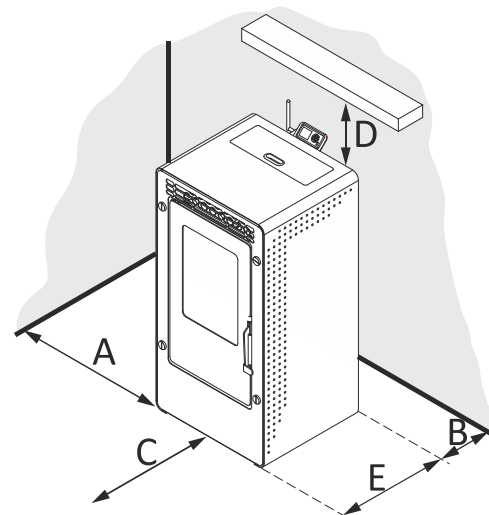

Figura 3
- 4.19.** Confirme as distâncias entre o equipamento, o combustível e qualquer tipo de material inflamável; confirme na *figura 3*.